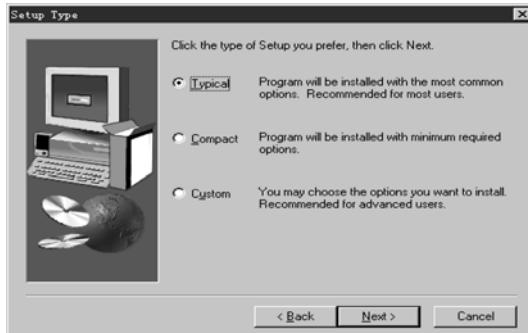

图 1.5 安装类型选择画面
- 若用鼠标左键单击(Next)按钮，则进行下一步安装，进入安装类型选择画面，如图1.5所示。
4. 进入“Setup Type”安装内容选择画如图 1.5 所示，选中您需要安装的方式。